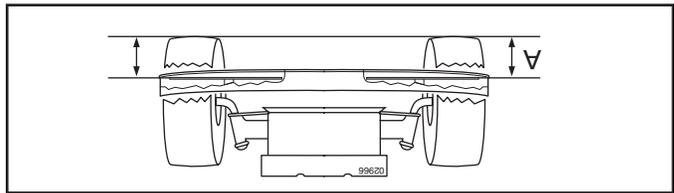

FIG. 23
- **AJUSTEMENT LATÉRAL DE PRÉCISION** (Voir la Fig. 23) Assurez-vous que vos pneus sont adéquatement gonflés, puis stationnez le tracteur sur un terrain de niveau ou une entrée de cour.